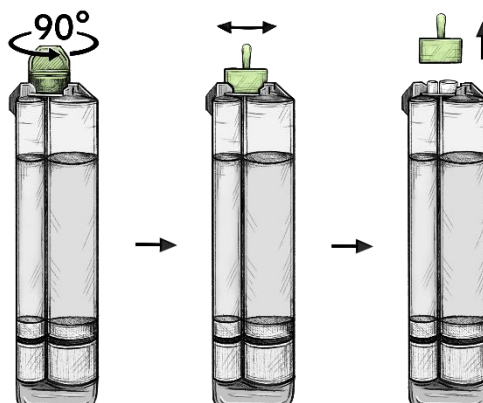

Abb. 3
3. Halten Sie die Spritze fest mit der Spitze nach oben, drehen Sie die Kappe um 90° gegen den Uhrzeigersinn und entfernen Sie die Kappe, indem Sie sie hin und her schwenken (Abb. 3).